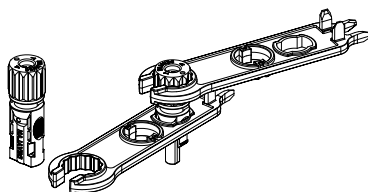

图5.5带帽螺母的接头
- c) 将触点引脚插入接头顶部, 并将接头顶部的帽螺母完全拧紧, 如图5.5所示。